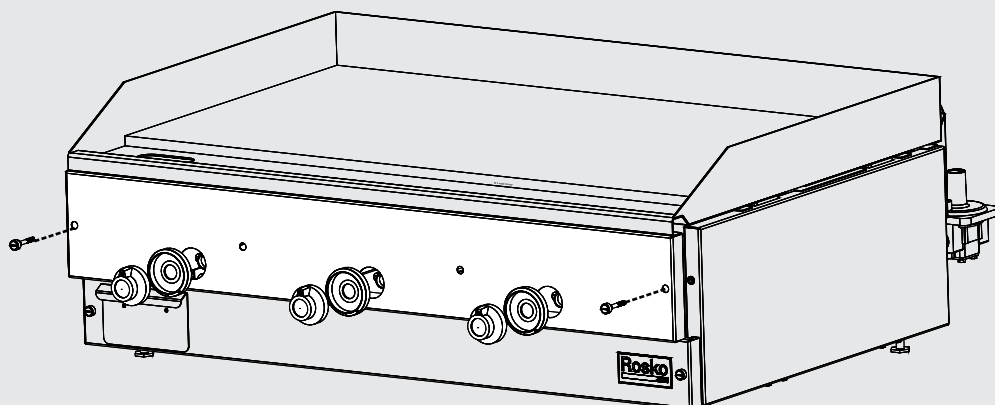

Figure 6
1. Pour mesurer la pression de gaz, retirer le(s) bouton(s) de thermostat(s), retirer l'anneau indicateur, dévisser les boulons sur la façade et retirer la façade supérieure. **(Figure 6)**